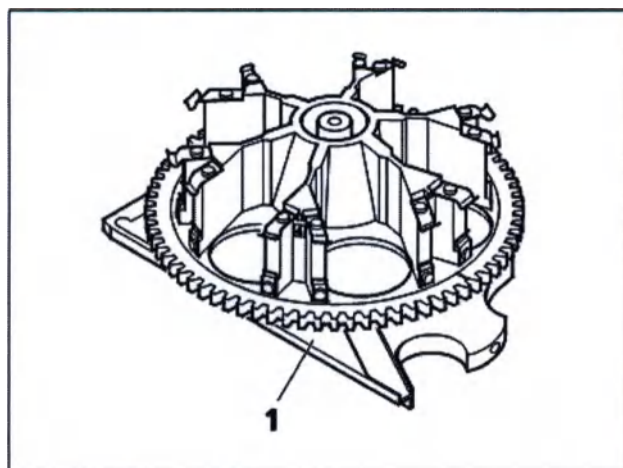

Рис. 67 Шестипозиционная рефлекторная турель
Конденсоры моторизованные (рис. 67)
- Турель поворачивается нажатием на кнопки **Rev** $\Delta \nabla$ (вперед и назад, рис. 67/1) на правой стороне конденсора.
- Моторизованная апертурная диафрагма управляется кнопкой **A** (открытие и закрытие, рис. 67/2) на левой стороне конденсора.